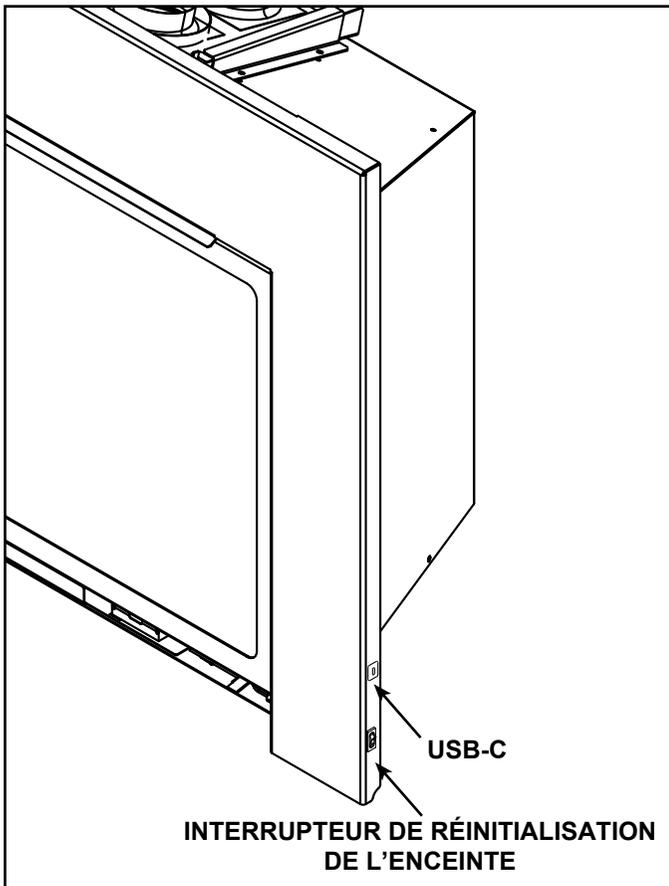

Figure 3.8 Interrupteur de réinitialisation de l'enceinte et port USB-C pour batterie de secours
- Placez l'interrupteur de réinitialisation de l'appareil en position « OFF » (arrêt). Voir Figure 3.8 pour l'emplacement de l'interrupteur de réinitialisation **OU** réglez le sélecteur à 3 positions de l'IFT2-ECM en position OFF.
- Attendez cinq (5) minutes pour laisser les gaz se dissiper.